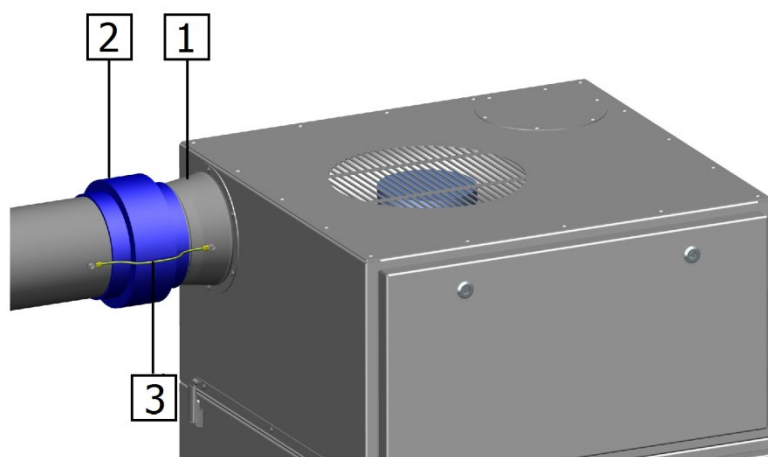

Fig. 2.3: collegamento tubi di aspirazione
Posizionare ora il V80C MINI in modo tale da poter eseguire il collegamento dei tubi di aspirazione. A tale scopo vengono forniti di serie un connettore o un riduttore (fig. 2.3, pos. 1) e un manicotto (fig. 2.3, pos. 2). Intorno al manicotto deve essere montato un cavo di messa a terra (fig. 2.3, pos. 3), perché può svilupparsi dell'elettricità statica. Anche questo cavo di messa a terra è compreso nella fornitura di serie.